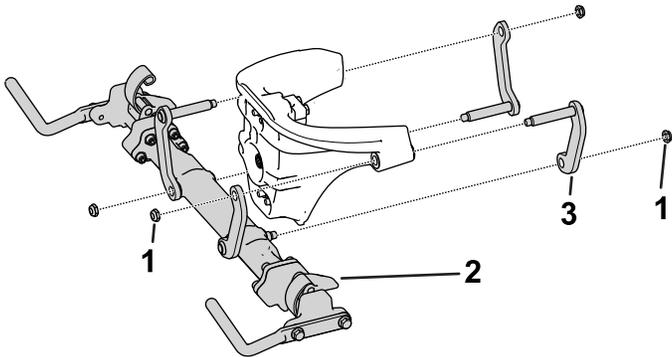

図 2
2. リンクアセンブリをステアリングヘッドに固定しているナットをゆるめて外し、クロスアームアセンブリを取り外す 図 2。
7. ステアリングヘッドにクロスアームアセンブリを取り付ける 図 2。